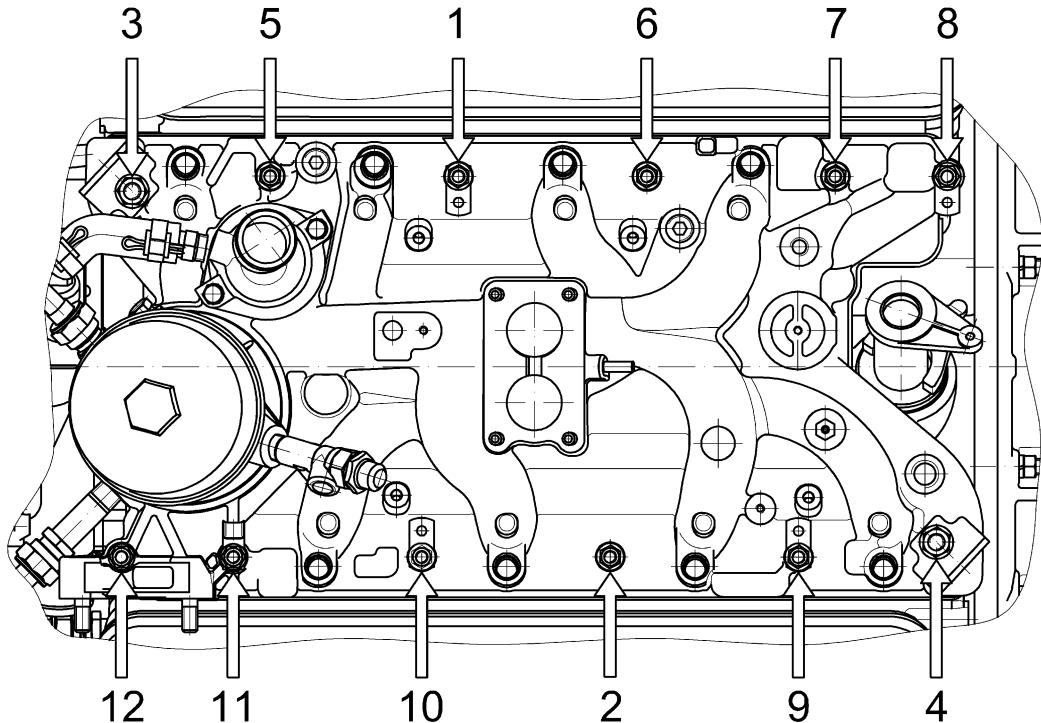

Рис.62. Порядок затяжки гаек впускной трубы
43. Завернуть гайки крепления впускной трубы. Сначала завернуть гайки так, чтобы равномерно слегка прижать прокладки, затем произвести окончательную затяжку гаек. Предварительную и окончательные затяжку гаек впускной трубы производить в последовательности, указанной на рис.62.